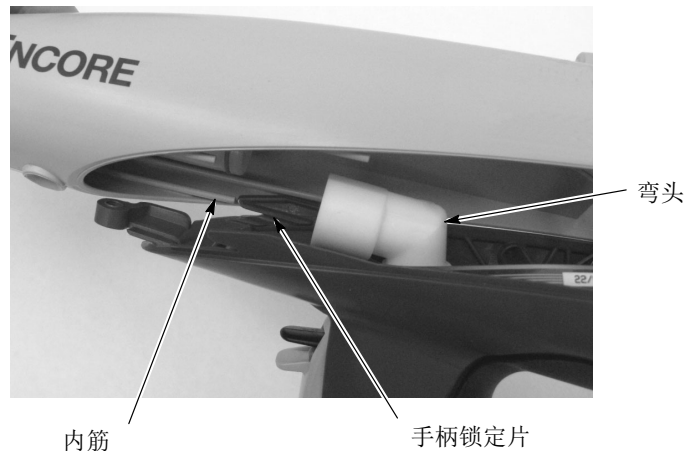

图 6 - 5 将枪体安装到手柄上
1. 请参见图 6 - 5。将喷枪体与手柄对齐，然后同时滑动喷枪体和手柄，使得喷枪体的内筋与手柄锁定片相啮合。
4. 请参见图 6 - 1。如图所示，安装盖板、外壳和挂钩。
5. 将电极组件 (3) 安装到枪体前端。确保电线电极没有折弯或破损。
6. 在电极组件上安装喷嘴 (2)，确保电极组件上的键滑入到喷嘴槽中。
7. 在喷嘴装上喷嘴螺帽 (1) 并顺时针将其拧紧。